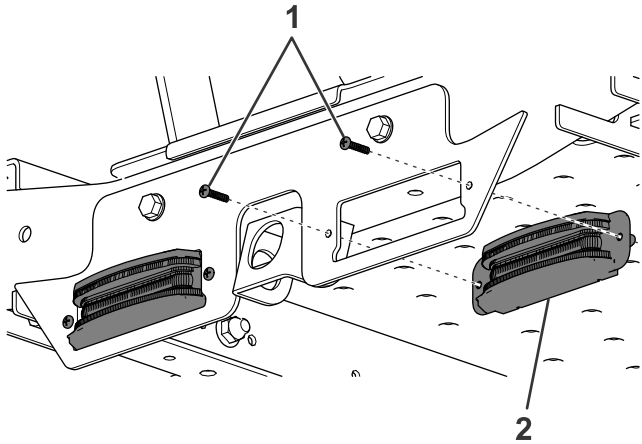
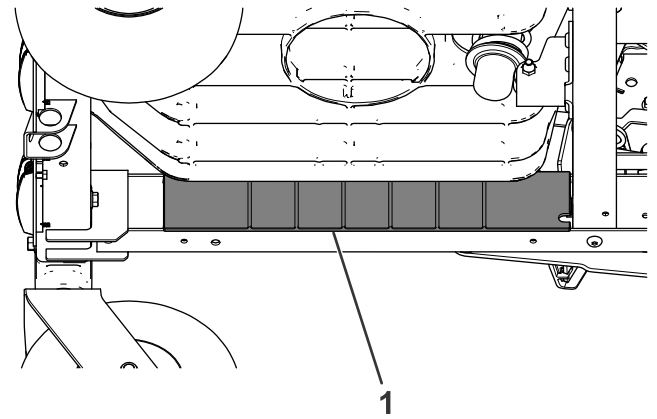

Bild 4
Bild 6
2. Befestigen Sie die LED-Beleuchtung mit vier Schrauben (M4) an der Rückseite der Befestigungsplatte, wie in **Bild 4** dargestellt.
3. Wenn Sie eine Maschine ohne MyRide besitzen, fahren Sie mit Schritt 5 fort. Wenn Sie eine Maschine mit MyRide besitzen, entfernen Sie die beiden Schrauben, mit denen die Schutzleiste befestigt ist (**Bild 6** und **Bild 6**).
7. Wenn Sie eine Maschine ohne MyRide besitzen, befestigen Sie den Kabelbaum mit zwei Kabelbindern an der Rahmenschiene und den Kit-Kabelbaum am Maschinenkabelbaum mit dem verbleibenden Kabelbinder (Bild 10). Wenn Sie eine Maschine mit MyRide besitzen, befestigen Sie die zuvor entfernte Schutzleiste mit den zuvor entfernten Schrauben (Bild 6 und Bild 4).